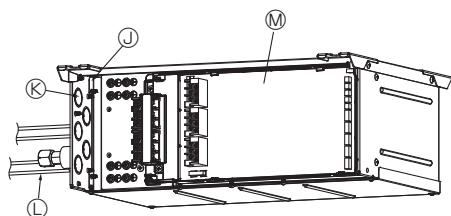

Fig. 8-7
- Para dividir los cableados de cada bloque de terminales en dos derivaciones fuera de la caja de derivación, utilice los conductos de cableado de dos derivaciones (N). (Fig. 8-7)